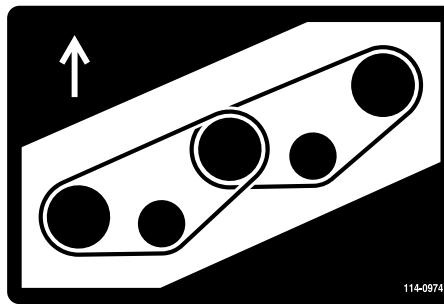
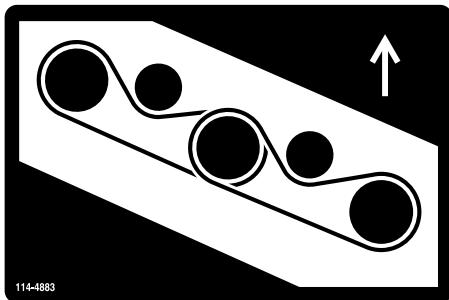

Figura 85
Figura 86
- Pase la correa nueva alrededor de las poleas de los ejes y del conjunto de la polea tensora (Figura 85 y Figura 86).